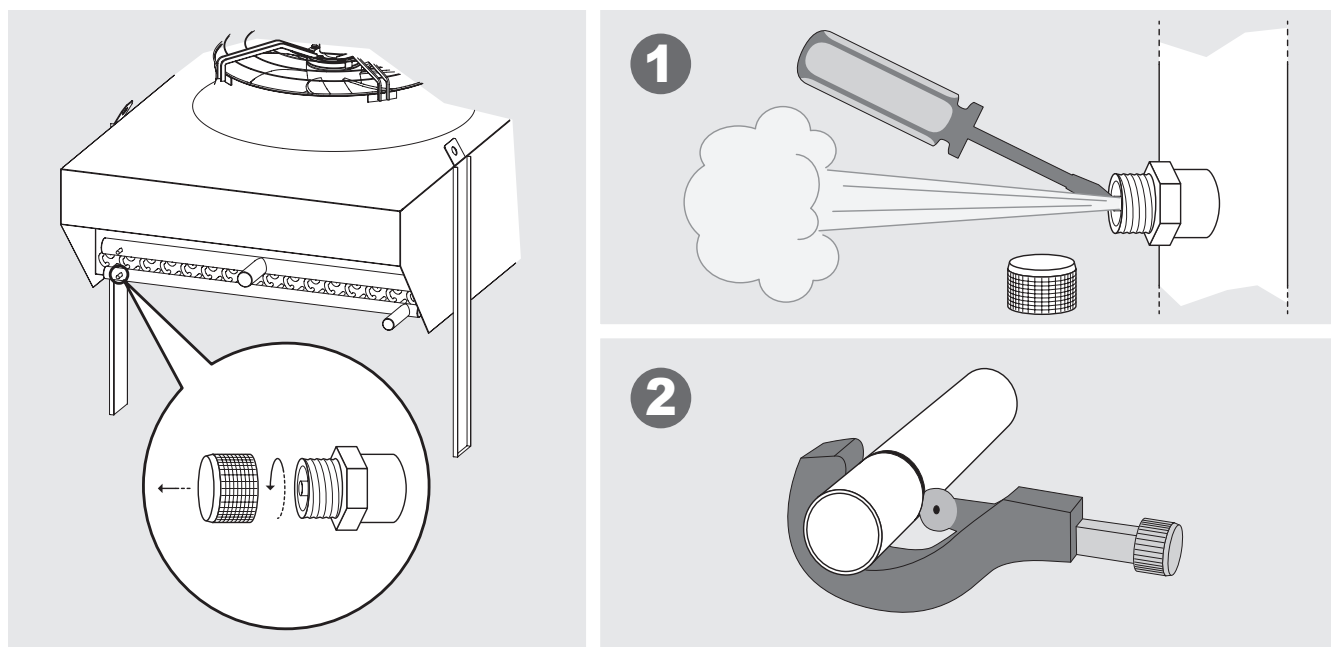

Figure 7
- 6.13 Pour les condenseurs KCEK et les refroidisseurs de gaz KCES, avant de couper les manchons d'entrée et/ou de sortie, évacuer la pression de précharge (environ 2 bar) de l'échangeur. Voir Figure 7.